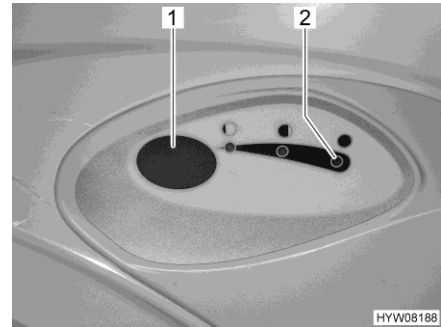

Fig. 286 Botón del inodoro/luz de control (inodoro Thetford)
- Para lavar, pulsar el botón del inodoro azul (Fig. 286,1).
La luz de control (Fig. 286,2) se enciende cuando es necesario vaciar el depósito de aguas fecales.